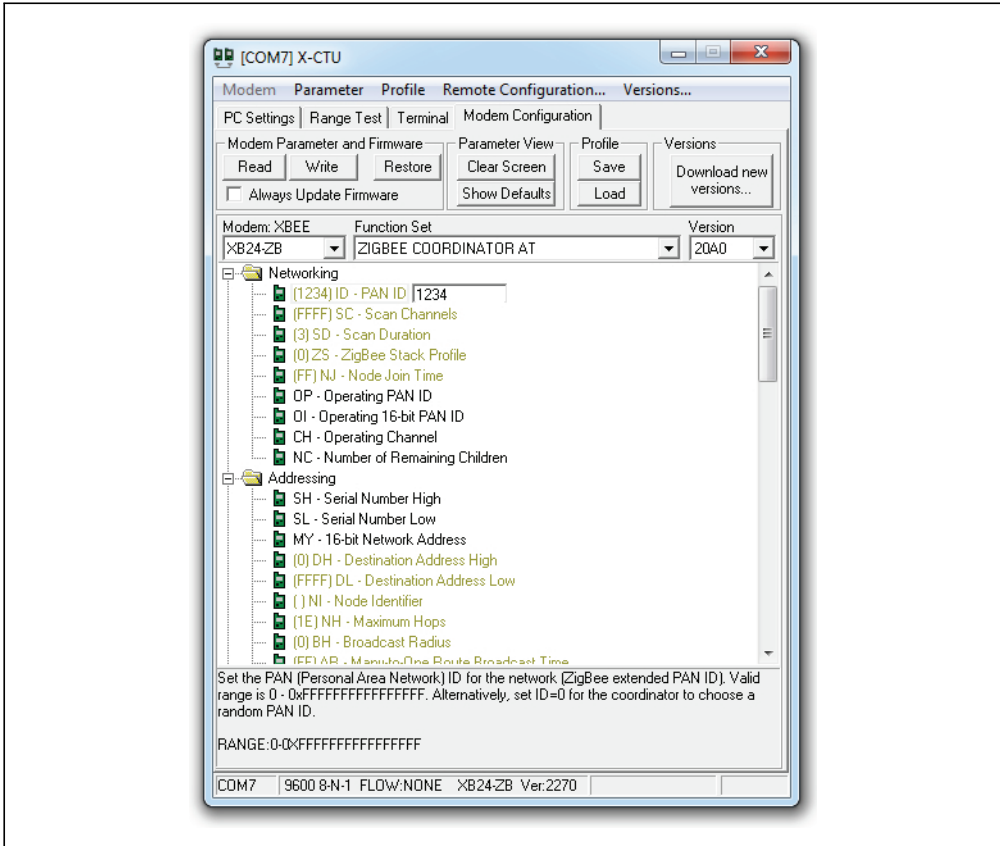

Abbildung 14-5: Konfiguration des XBee
Wenn Sie Probleme haben, Ihre XBees zum Sprechen zu bringen, überprüfen Sie, ob sie den gleichen Firmware-Typ verwenden (z.B. XB24-ZB unter dem Modem: XBee-Einstellung wie in Abbildung 14-5) und ob die aktuellste Firmware-Version genutzt wird (der Versions-Wert in Abbildung 14-5). Umfassende Tipps zur XBee-Fehlersuche finden Sie in Robert Faludis »Common XBee Mistakes« auf <http://www.faludi.com/projects/common-xbee-mistakes/>. Umfassende Informationen zum Umgang mit XBees finden Sie im Buch *Building Wireless Sensor Networks* von O'Reilly (suchen Sie danach auf www.oreilly.de).
7. Ändern Sie die PAN ID-Einstellung von 0 auf 1234 (oder jeden anderen Hexadezimalwert; die PAN ID muss aber für alle Geräte im gleichen Netzwerk identisch sein), wie in Abbildung 14-5 zu sehen.
10. Lassen Sie nun X-CTU laufen und den XBee eingesteckt. Schließen Sie den zweiten XBee an einem anderen USB-Port an. Wiederholen Sie die obigen Schritte (im zweiten Schritt starten Sie eine zweite Instanz von X-CTU), wählen im vierten Schritt aber statt ZIGBEE COORDINATOR AT die Option ZIGBEE ROUTER AT. Bei diesem XBee müssen Sie Channel Verification (JV) auch auf 1 setzen. Damit bestätigt er die Verwendung des richtigen Kanals, was die Verbindung mit dem Koordinator zuverlässiger macht.